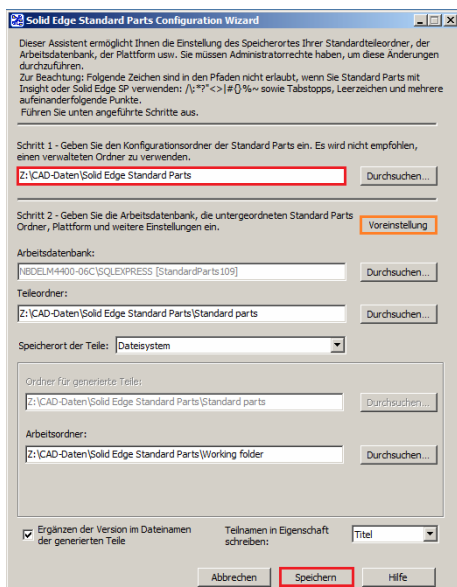

Abbildung 29
- 7.1. Öffnen Sie den Konfigurationsassistenten, prüfen Sie die Einstellungen oder stellen diese bei Bedarf auf die zuvor notierten Werte. Im Allgemeinen reicht es, den Pfad unter *Schritt 1* einzutragen und danach auf *Voreinstellungen* zu klicken. Hierdurch werden die Standardwerte wiederhergestellt. Sind alle Werte korrekt eingetragen, klicken Sie auf *Speichern* (Abb. 29), um die Einstellungen zu übergeben.